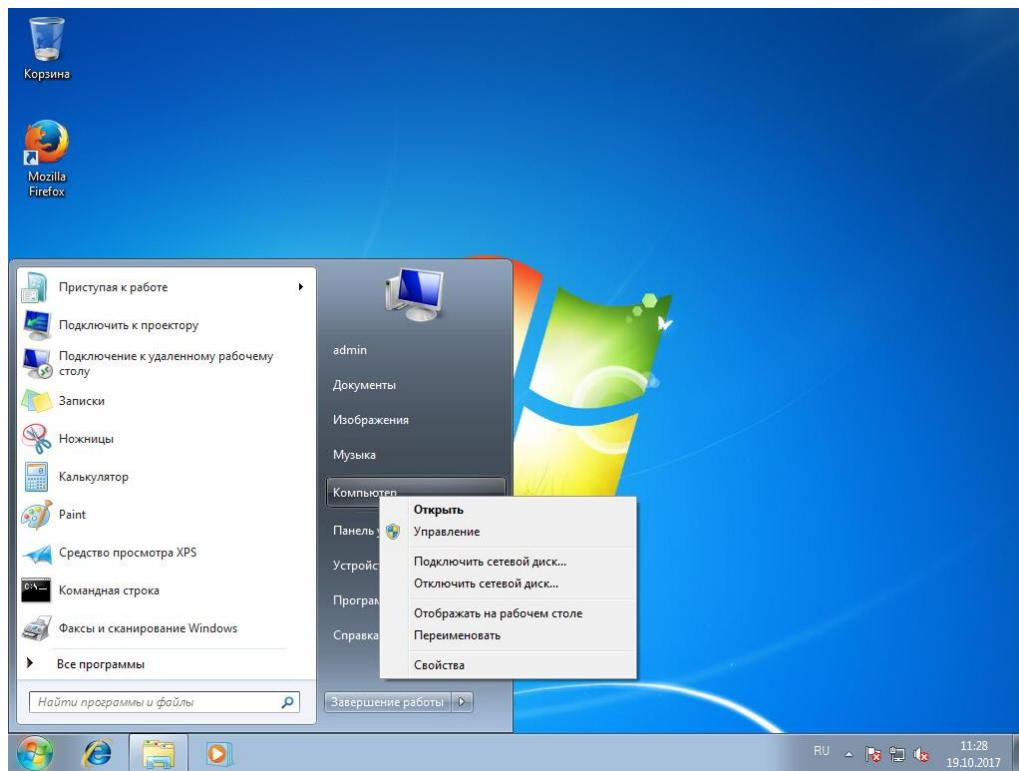

Рисунок 97 – Windows 7
1. В меню «Пуск» нажать на правую клавишу мыши на «Компьютер» (см. Рисунок 97).